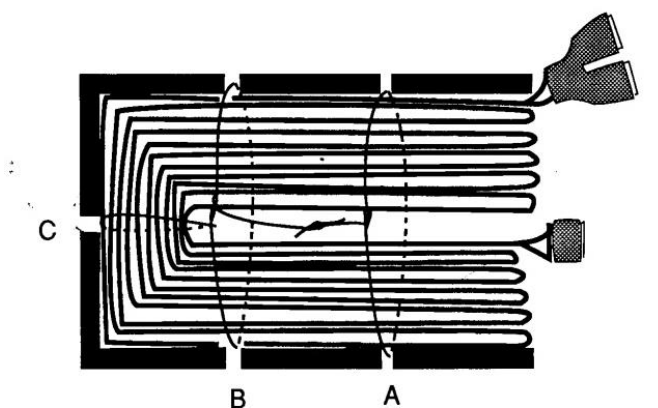

Figura 7. Sujeción del paquete realizando el amarre de las cuerdas.
Comience a amarrar el paquete de acuerdo a la figura 7, inicie con la cuerda inferior A, apriete la cuerda alrededor del paquete y asegure con un nudo sencillo pero seguro, repita el proceso con la siguiente cuerda (B), la cuerda C es atada a la B con un nudo; las puntas de las cuerdas A y B son unidas con un nudo, las cuerdas donde se realizaron nudos rápidos se pueden asegurar con una pequeña cantidad de cinta, repita el proceso o método para formar el segundo paquete.